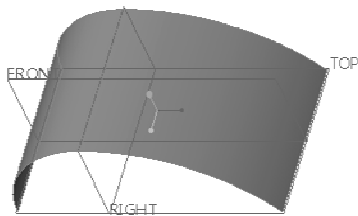

图 7-4 创建的拉伸曲面
- 8 在“拉伸”选项卡中单击“完成”按钮。按〈Ctrl+D〉组合键以默认的标准方向来观察创建的曲面，效果如图7-4所示。